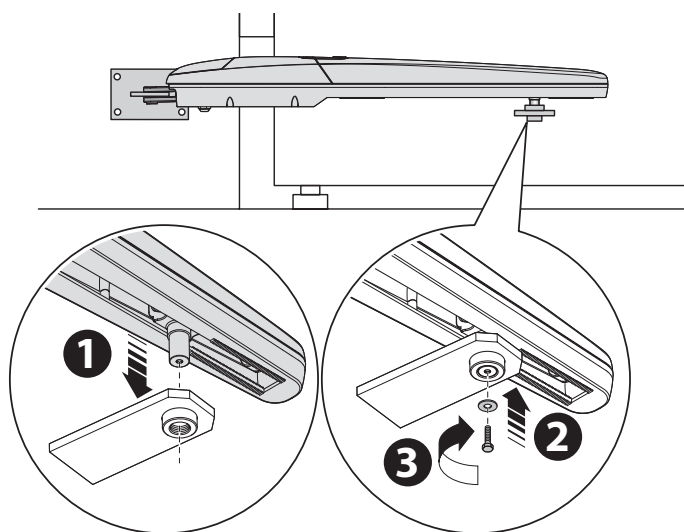

Fig. 7
01. Fixez le motoréducteur sur l'étrier de la façon illustrée par la fig. 7 à l'aide de la vis et de la rondelle fournies;